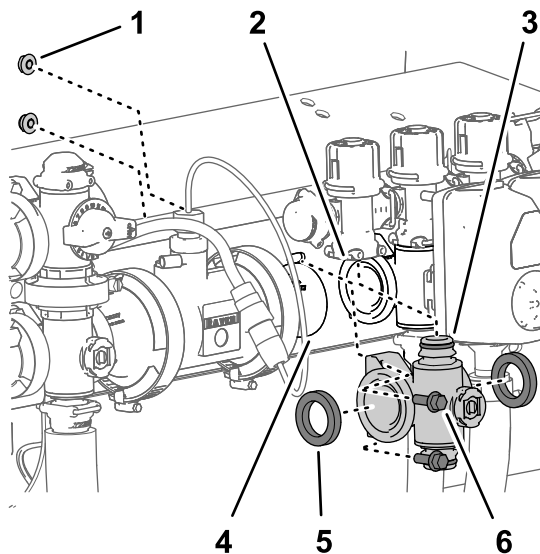

Рисунок 112
- На коллекторах клапанов левой и правой секции выверните 2 болта с фланцем ($\frac{1}{4}$ x $\frac{3}{4}$ дюйма) и 2 фланцевые контргайки ($\frac{1}{4}$ дюйма), которые крепят коллектор клапана секции к опоре клапана (Рисунок 112).
- Чтобы освободить доступ к перепускному клапану секции, переместите коллектор клапана секции и прокладки вниз и в сторону от машины (Рисунок 112).